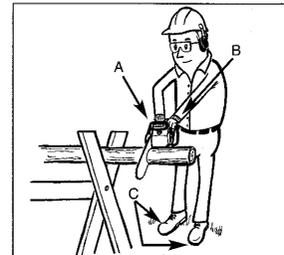

Abb. 17
ZU Ihrer Sicherheit und zum Erleichtern der Sägearbeiten ist die richtige Position für einen vertikalen Längenzuschnitt erforderlich (Abb. 17).
- Verteilen Sie Ihr Gewicht auf beide Füße. Abb. 17